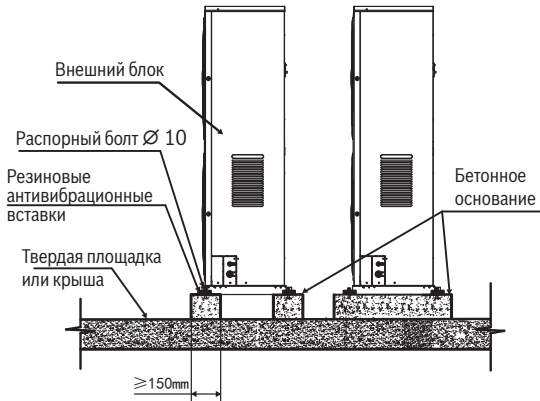

Рис. 4-6
- ① Внешний блок не упадет
- ② Внешний блок не издает нехарактерных шумов.
- ① Основание со стальным каркасом
- ② Бетонное основание (примеры см. на Рис. 4-6)